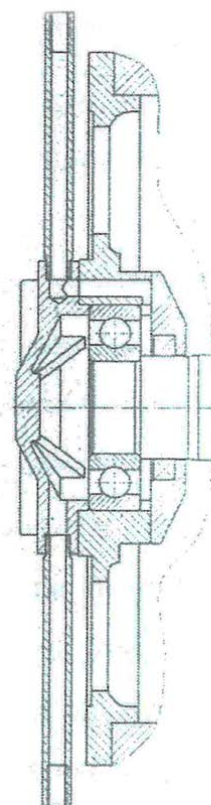

Рисунок 4
3.5.24 Установить крышку подшипника поз. 5 на шпильки так, чтобы смазочные отверстия на крышке подшипника и щите совпали (рисунок 4). Закрепить крышку подшипника гайками.